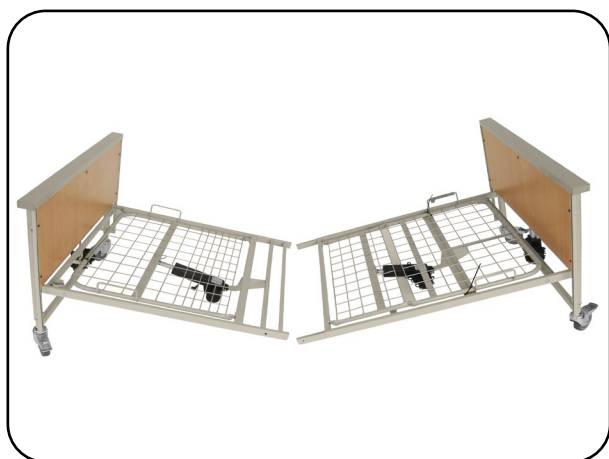

Abb. 6.1.03 - Betthälften in Gebrauchslage
4. Stellen Sie die beiden Betthälften in die Gebrauchslage (Abb. 6.1.03) und lösen Sie an der Kopfseite die Bremsen der Laufrollen (siehe Kapitel Bedienung Abschnitt **Laufrollen**).